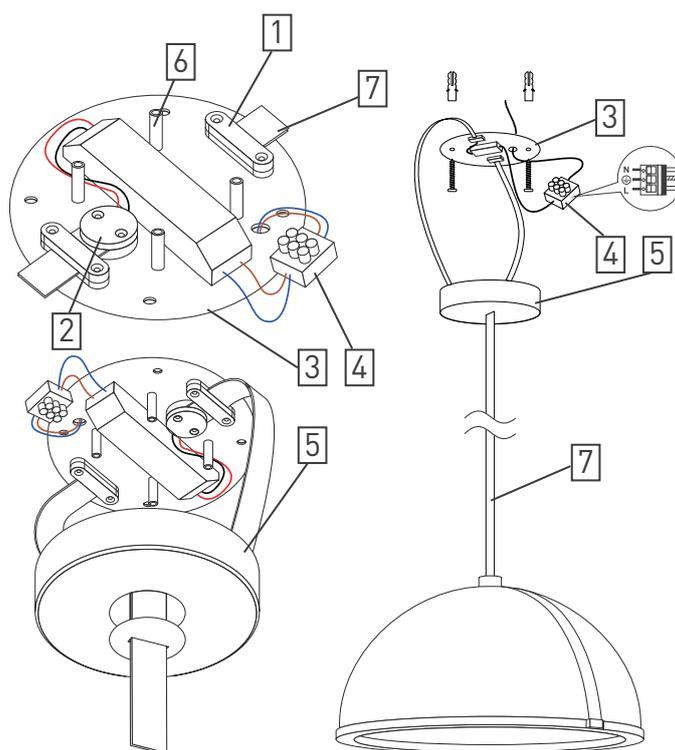

Рис. 2. Установка и подключение светильника
- Отделите монтажное основание (3) светильника от потолочной чаши (5), потянув ее вниз. Крепление чаши (5) к монтажному основанию (3) осуществляется с помощью четырех магнитов (6), установленных на монтажном основании (3), как показано на рис. 2.
- Используя крепежные элементы (метизы), входящие в комплект, зафиксируйте монтажное основание (3) на потолке. Убедитесь, что основание надежно закреплено.
- При необходимости измените высоту подвеса светильника, отрегулировав длину токопроводящего ремня (7):
- Ослабьте винты прижимного устройства (1) и коннектора (2), чтобы освободить ремень (7).
- Зафиксируйте ремень (7), затянув винты на прижимных устройствах и коннекторе. Убедитесь в надежности крепления.
- Подключите к блоку питания обесточенные провода сетевого питания АС 230 В с помощью клеммной колодки (4) (коричневый, L — «фаза»; синий, N — «ноль»).
- Присоедините потолочную чашу (5) светильника к установленному монтажному основанию (3), обеспечив плотное прилегание и фиксацию на магнитах.